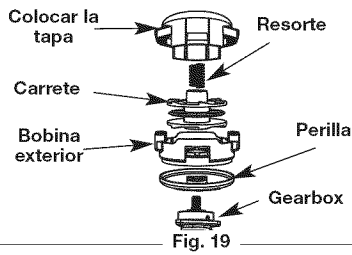

Fig. 19
- Quite la tapa de tope dejando que salte o es posible que sea necesario mover un poco la tapa para sacarla de la bobina exterior (Fig. 19)
- Vuelva a colocar el carrete interior en la bobina exterior (Fig. 19).